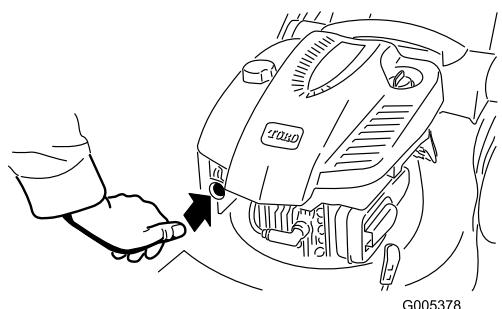

Рисунок 12
1. Резко нажмите 3 раза кнопку заливного насоса большим пальцем, каждый раз на секунду удерживая ее в нажатом состоянии перед отпуском (Рисунок 12).